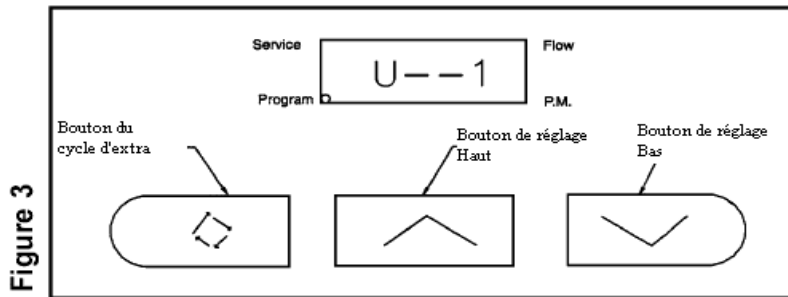

Figure 3
8. Branchez le transformateur de 24 volts dans une prise CA de 120V et 60 Hz. La soupape a 4 différentes positions; 1) Remous, 2) Rinçage lent/Saumure, 3) Rinçage rapide et 4) Remplissage de saumure. Lorsque la soupape est en position de service, le bouton du *cycle d'extra* (tout à fait à gauche comme indiqué à la figure 3) doit être appuyé et retenu pour 5 secondes pour faire avancer la soupape en position no. 1 du Remous. Ouvrez lentement l'alimentation d'eau et laissez l'appareil terminer le cycle du remous jusqu'à ce que toute air soit sortie du réservoir et purgée du système.
Référez-vous à la figure 3. Appuyez le bouton de programmation HAUT ou BAS pour ajuster l'heure du jour par un chiffre. Appuyez et retenez ces boutons pour ajuster l'heure du jour par plusieurs chiffre à la fois.